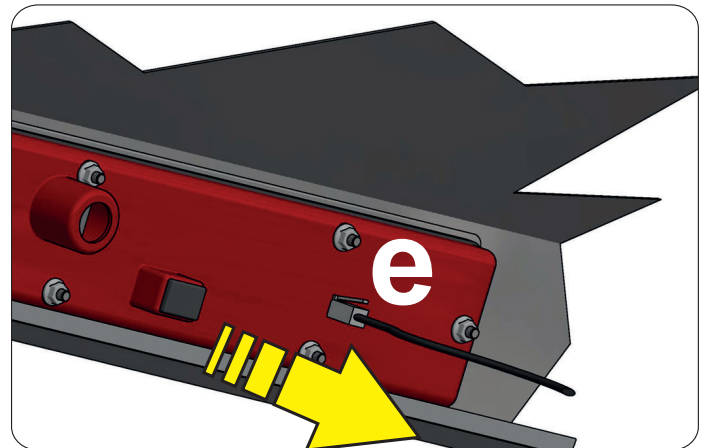

fig. 3
- Déconnecter le câble de l'écran (position **et** - voir **fig. 3**).